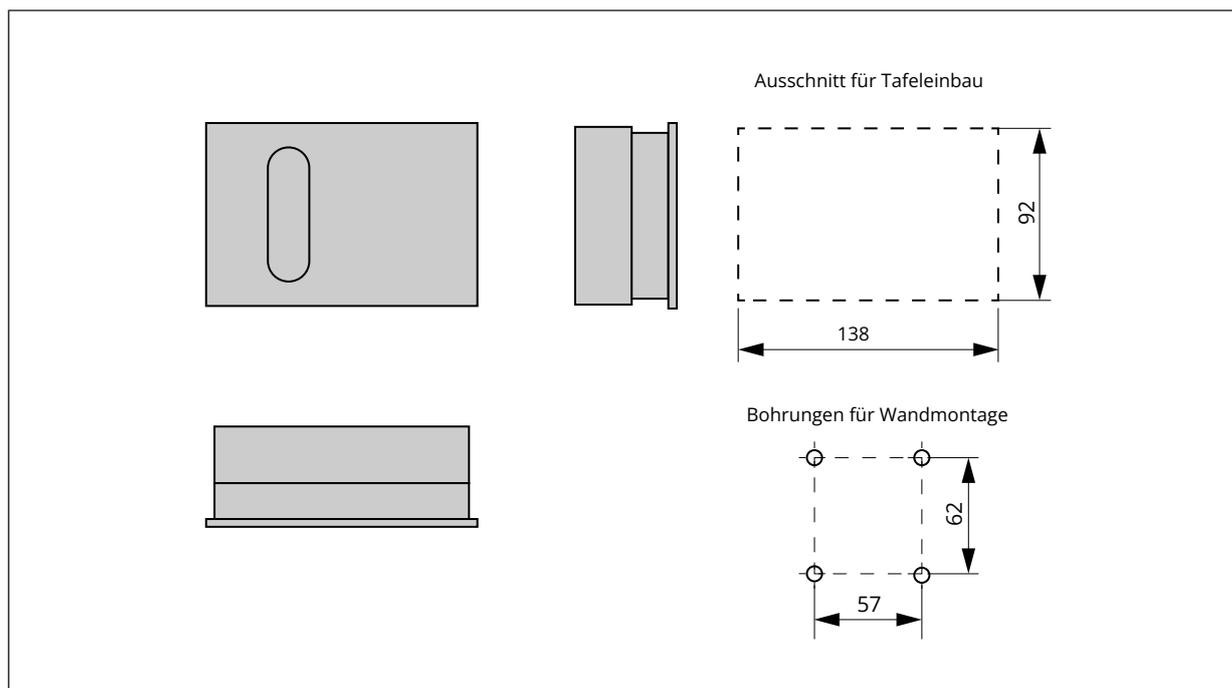

Bild 4: Montage des Gateways
3. Ggf. an vorgesehener Stelle mit den angegebenen Maßen Löcher bohren (vgl. Bild 4). Sockel mit vier Schrauben anschrauben.